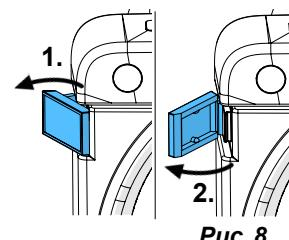

Рис. 8
- Раскройте замки дверцы (рис. 8) и снимите дверцу триммера.
- Выверните распыляющую трубку (18) за загнутую сторону назад.
- Ввинчивайте инструмент для демонтажа (11) в несущий фланец (23), пока несущий фланец не будет отсоединен от вала.